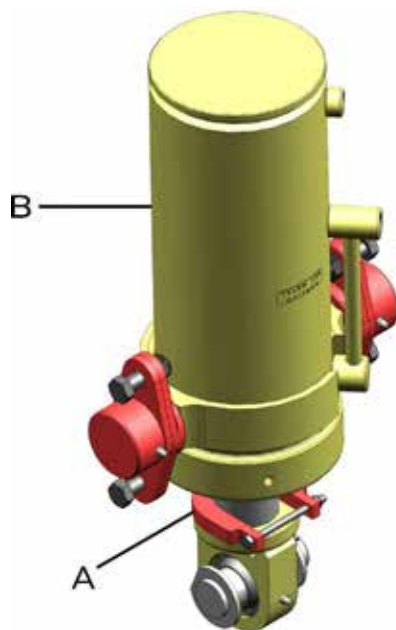

fig. 22
Esta regulagem é determinada em função da altura da semeadora em relação a superfície de solo podendo ser alterada através da mudança de posição do batente (A) (fig. 22), localizado junto aos cilindros hidráulicos (B), sendo que, elevando sua espessura a semeadora trabalhará mais distante da superfície do solo.